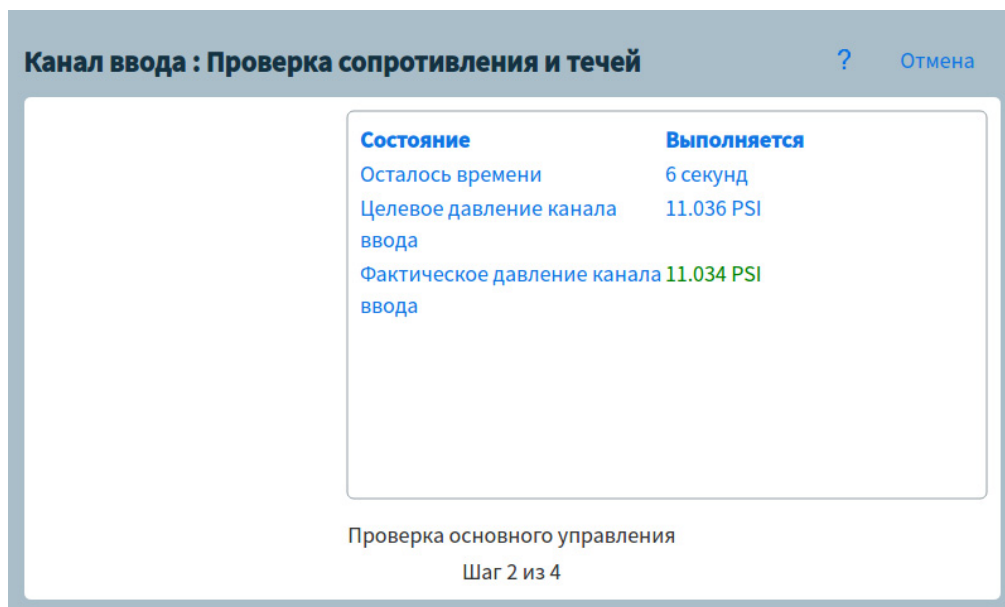

Рис. 27 Страница проверки утечек и ограничений
- 3 Коснитесь элемента **Начать тест**. Начнется выполнение проверки. На экране появятся сведения о проверке и ее результаты. См. Рис. 27.